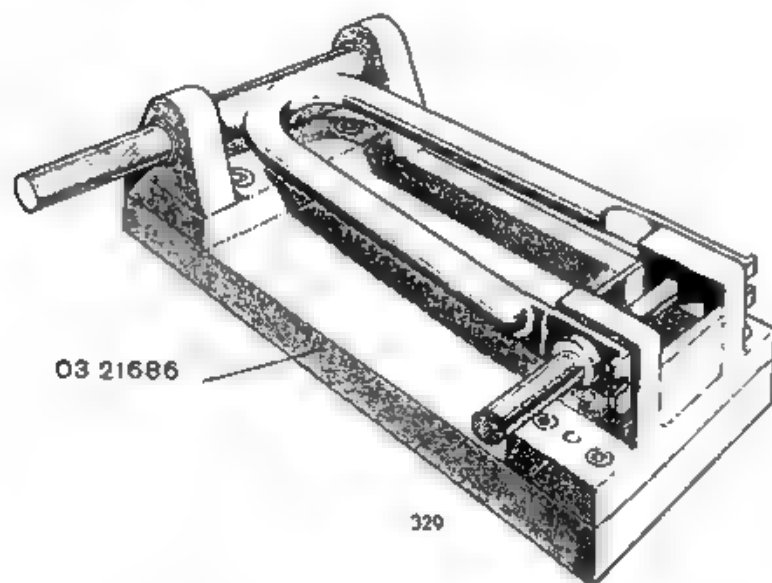

Fig. 115 - Dima controllo forcella posteriore.
1) Per la rimessa in squadra vale quanto è stato detto per il telaio (fig. 115)